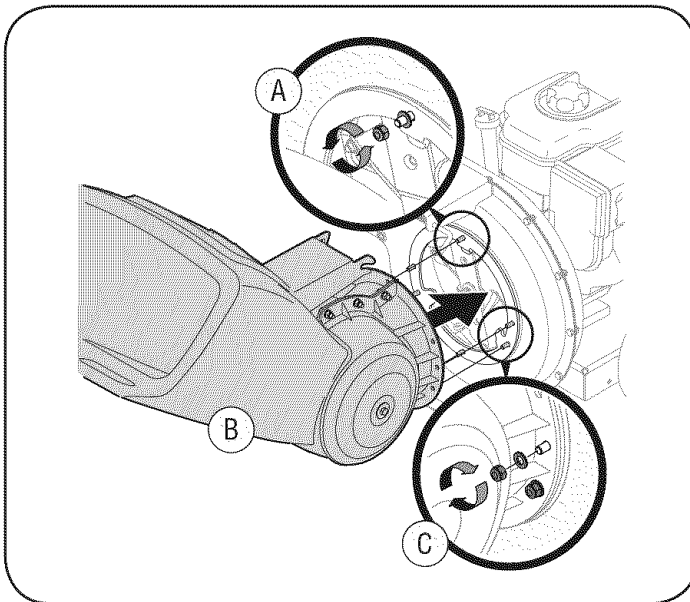

Figura 1
1. a. Saque seis tuercas hexagonales y arandelas de los espárragos de la soldadura de la caja del motor. No saque la placa de sostén. Vea la Figura 1.